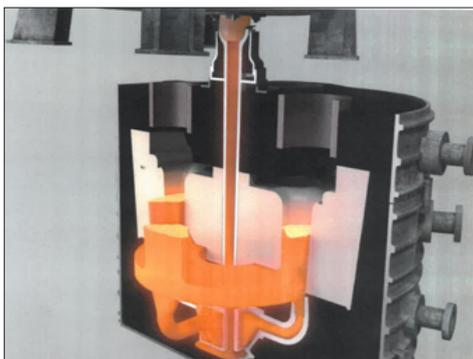

Fig.31 – Système HOLLLOTEX (Foseco)
- Un nouveau système HOLLLOTEX de **filtration pour coulées acier de grande taille** associant les filtres STELEX à des tubes en silice fondue (fig.31), permettant la protection du métal liquide et la maîtrise des turbulences de sa coulée aux empreintes,